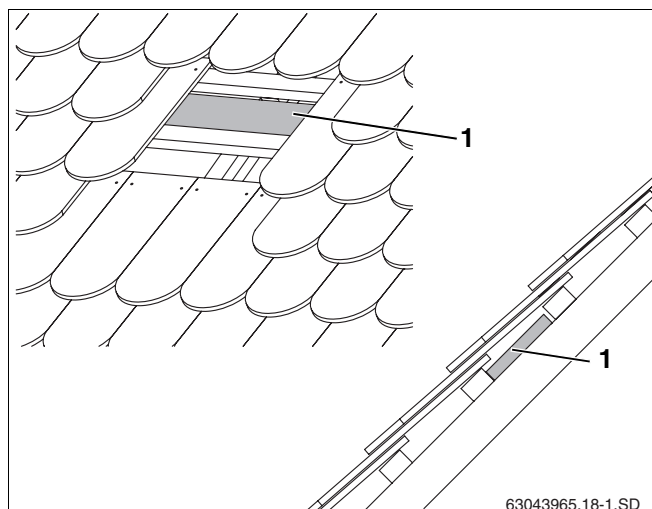

Fig. 16 Montar tablas o tabloncillos en caso necesario
En función de las posiciones de los ganchos de tejado, sobre los cabrios (dejar libres los contralistones) deben montarse, si es preciso, suficientes tablas o tabloncillos resistentes (fig. 16, **pos. 1**) para poder montar el gancho de tejado entre los cabrios.